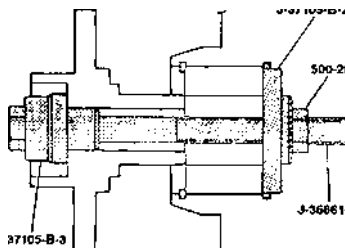

Рис. 5.20.
- поставив в отверстие поворотного кулака внутреннее стопорное кольцо, установить на место ступицу с помощью приспособления (например, переходника для ступицы J-37105-B-3, переходника для подшипника J-37105-B-2, винта J-36661-2 и гайки 500-20) (рис. 5.20);